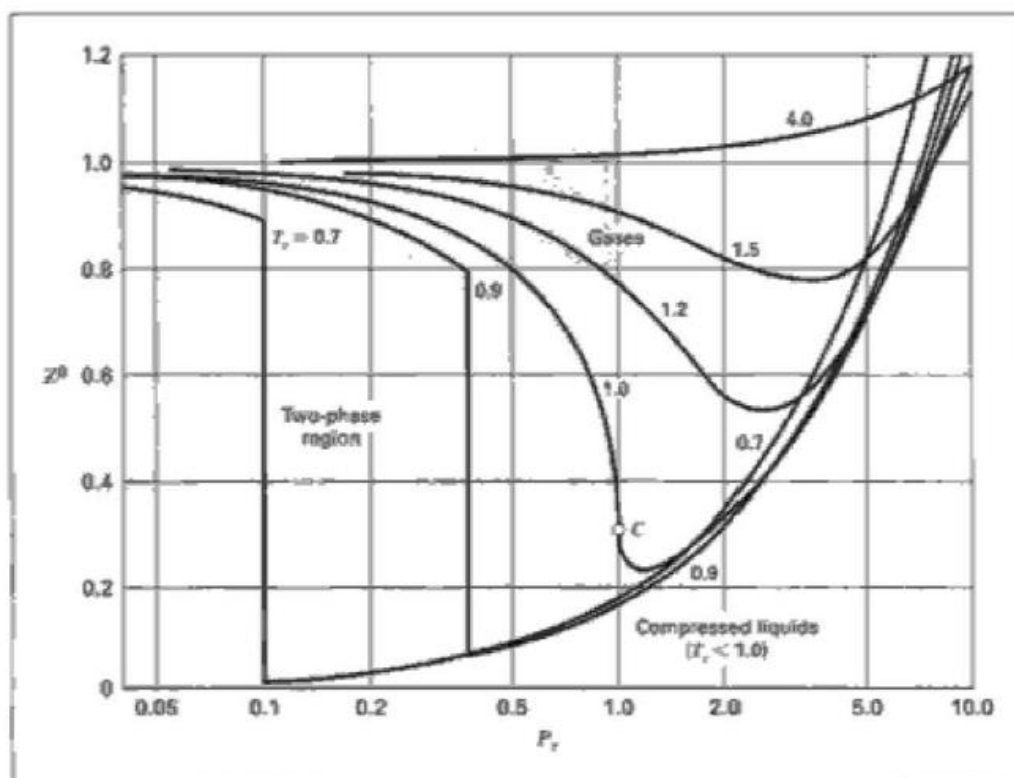

Figure 3.13: The Lee/Kesler correlation for $Z^0 = F^0(T_r, P_r)$.
2. จาก $T_r = 581.67/341.1 = 1.695$, $\omega = 0.007$ โดย Fig 3.13 และ 3.15 หาค่า Z โดยสมการ (3.45)